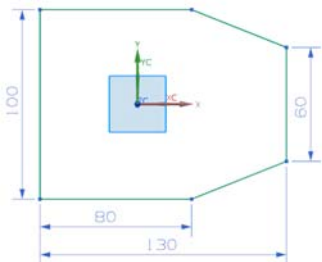

图 7-12 绘制草图
(2) 单击按钮, 选取 XC-YC 平面为草图绘制面, 绘制轮廓草图, 如图 7-12 所示。单击“完成”图标, 草图绘制完毕。